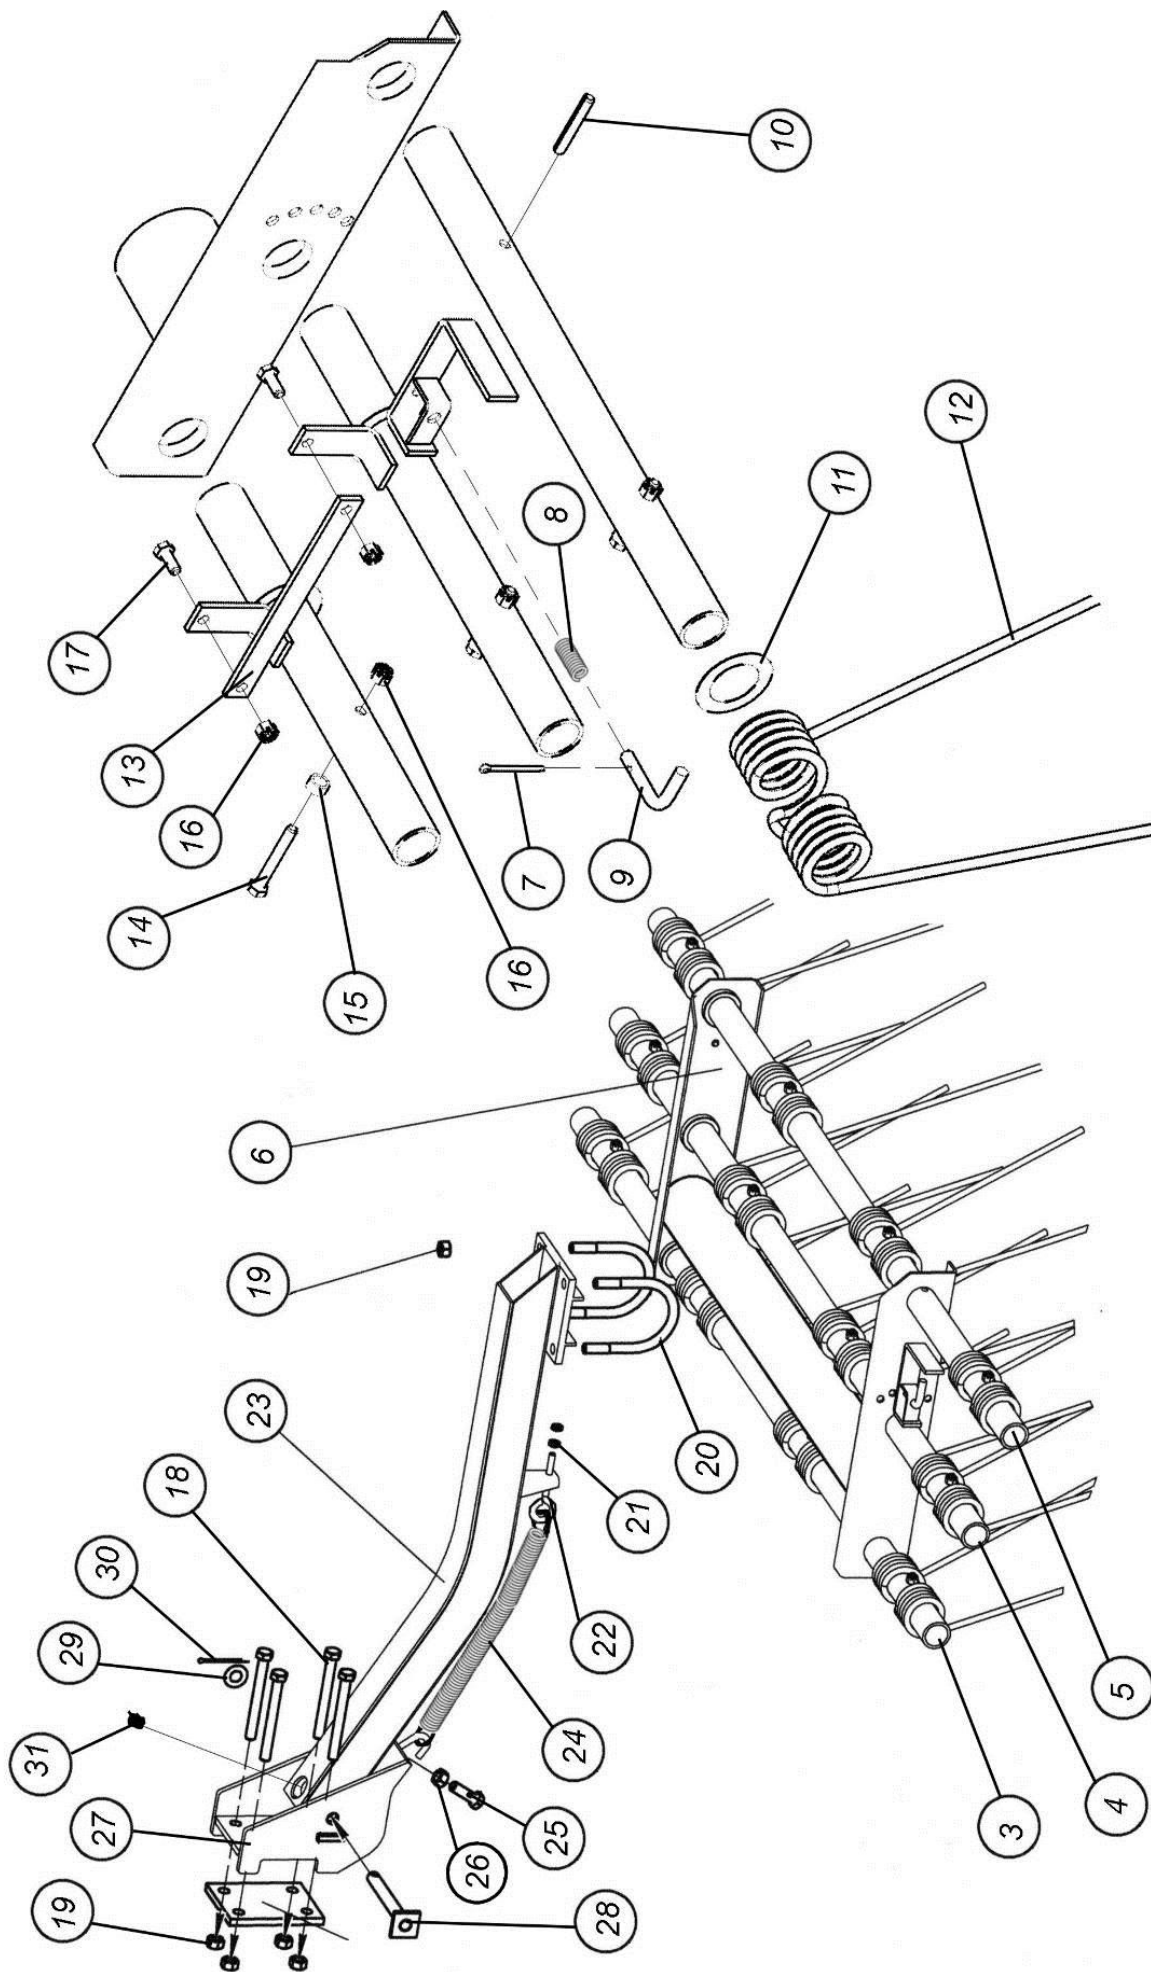

Рис. 7.1.8. Трехрядная борона
**7.1.8. Трехрядная борона (рис. 7.1.8)**